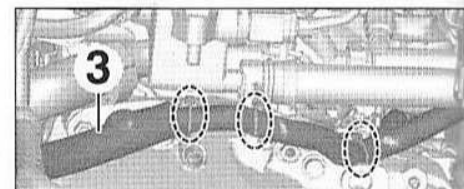

FIG.65
- Ecarter le faisceau (3) (Fig.65).